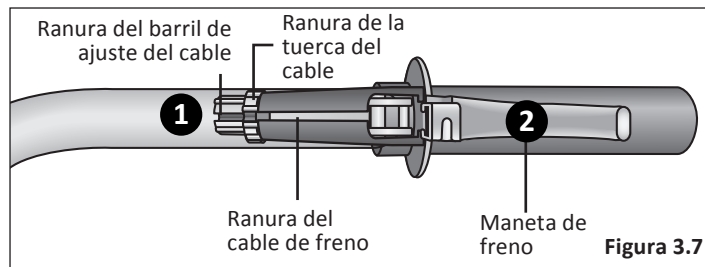

Figura 3.7
- 1 Gire el barril de ajuste del cable y la tuerca del cable hasta que las ranuras estén alineadas con la ranura del cuerpo de la maneta de freno. **Figura 3.7**